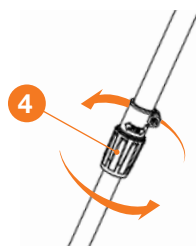

Рис. 10
1. Ослабьте фиксатор телескопической штанги ④, вращением в сторону символа открытого замка (Рис. 10).
3. Затяните фиксатор ④, поворотом в сторону замка (Рис. 10).